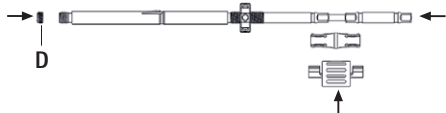

Rys. 10
- ▶ Nakręcić nakrętkę mocującą **C** na tulejkę wewnętrzną, patrz Rys. 10.